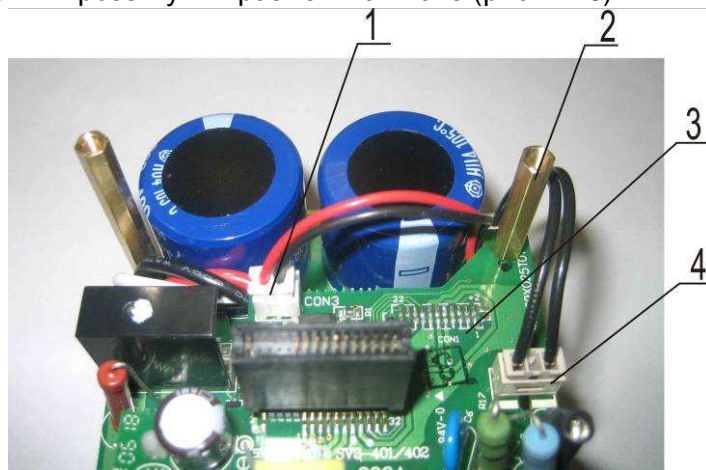

Рис. 7.16
- 7.4.3. Вкрутить в отверстие платы 3 стойку 2 (рис. 7.16).
- 7.4.4. Вставить розетку 4 в разъем на плате 3 (рис. 7.16).
- 7.4.5. Вставить розетку 1 в разъем на плате (рис. 7.16).